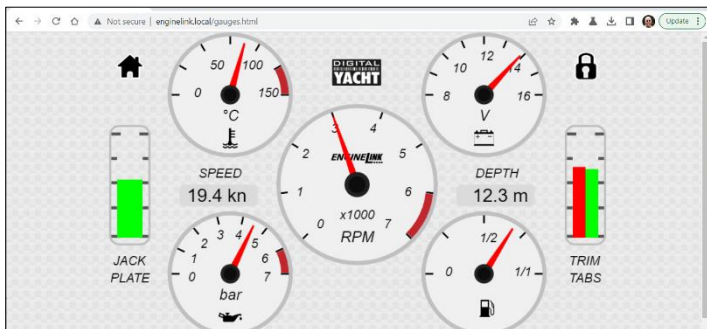

Figura 2
- Nella Home Page, fare clic sul pulsante “GAUGES” per visualizzare la pagina relativa agli indicatori, come illustrato nella figura 2.